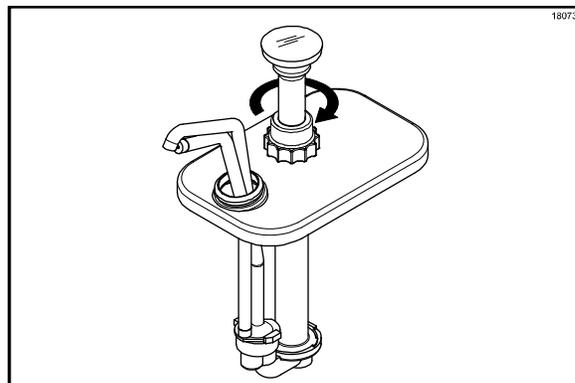

Figura 96
- Apriete la tuerca del émbolo girándola en sentido de las manecillas. (Vea la figura 96).